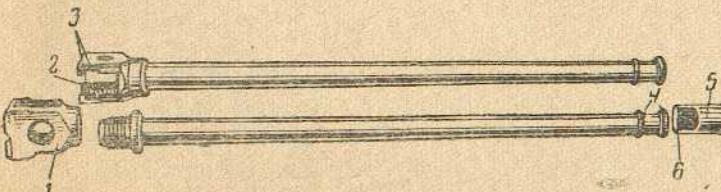

Рис. 2. Ствол:
**Ствол** (рис. 2). Наружная поверхность ствола гладкая. В дульной части он имеет кольцевые выступы для сцепления с направляющей втулкой. На казённую часть ствола